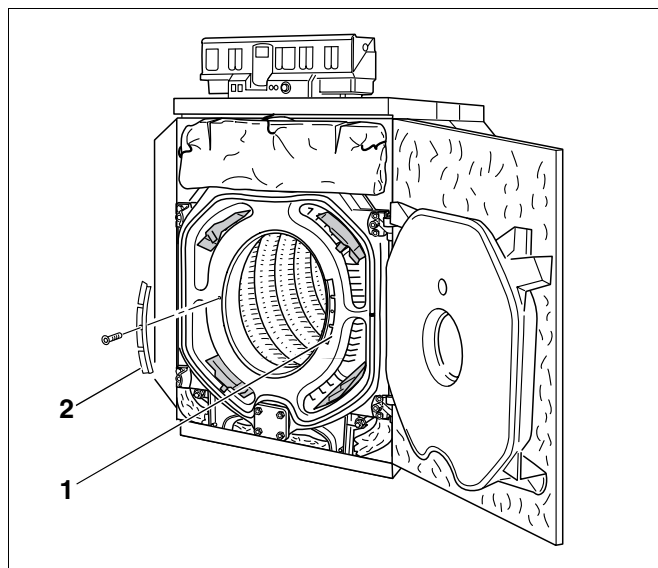
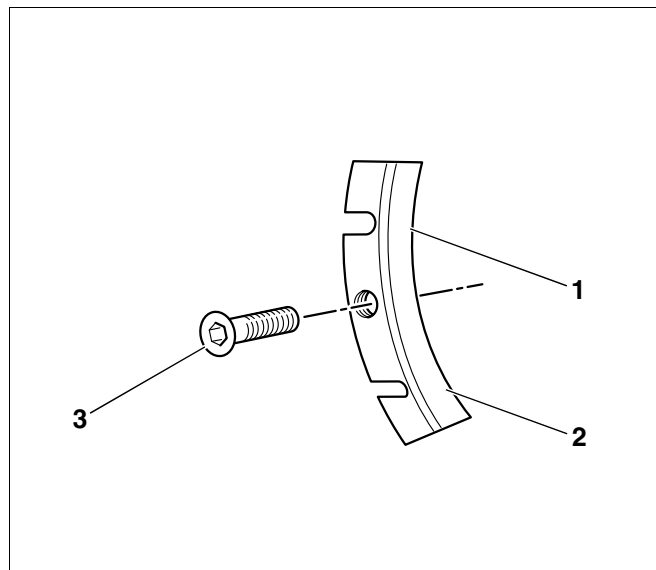

Fig. 68 Spærrepladernes placering
Fig. 69 Spærreplade
- Løsn unbrakoskruen i spærrepladen, og tag spærrepladerne i venstre og højre side ud (fig. 68, pos. 1 og 2).
- Løsn unbrakoskruen (fig. 69, **pos. 3**) i spærrepladen, og tag spærrepladerne i venstre og højre side ud (fig. 68, **pos. 1 og 2**).
- Læg spærrepladerne på et underlag, så der er luft under indhakkene (fig. 69, **pos. 1 og 2**). Slå med en hammer et segment af den venstre og den højre spærreplade.